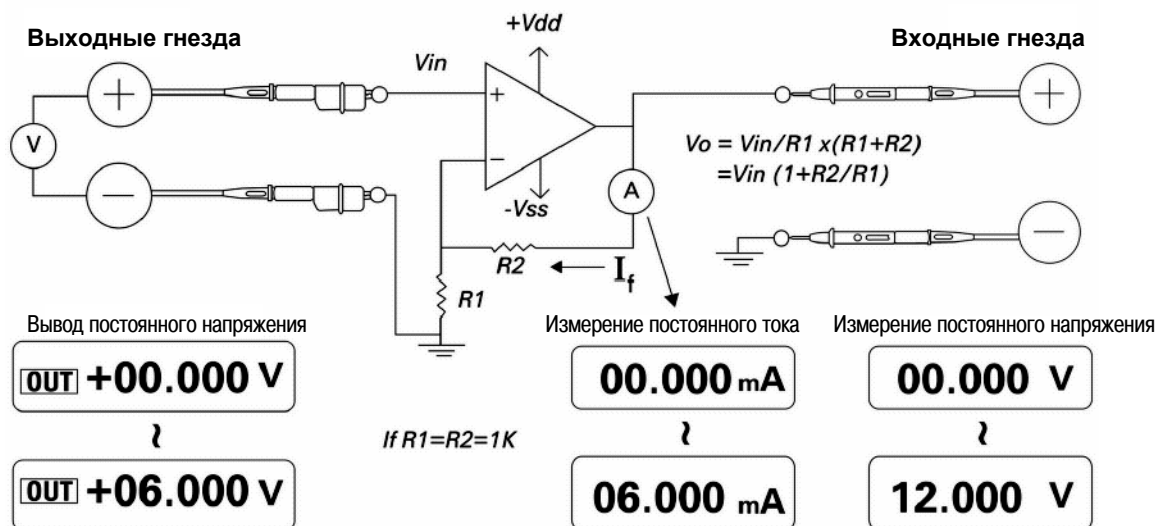

Рис. 5-14 Испытание преобразователя напряжения в ток
Операционный усилитель, показанный на рис. 5-14, поддерживает нулевое дифференциальное напряжение между своими входами за счет протекания тока $I = V_{in}/R_1$ в цепи обратной связи через нагрузку R_2 . Этот ток не зависит от сопротивления нагрузки.
5. Подключите операционный усилитель, как показано на рис. 5-14.
8. В качестве альтернативы вы можете установить поворотный переключатель в положение $\approx mA / \odot$ и присоединить входные измерительные провода с пробниками вместо измерителя **A**, как показано на рис. 5-14. Тогда вы обнаружите, что измеряемый ток изменяется пропорционально входному напряжению операционного усилителя.